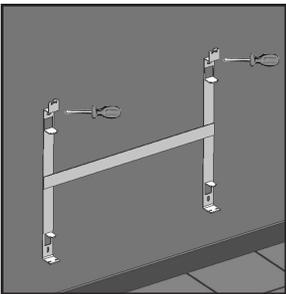

fig. 4
5. Por ultimo, atornillar para dejar el soporte correctamente fijado. (fig 4)